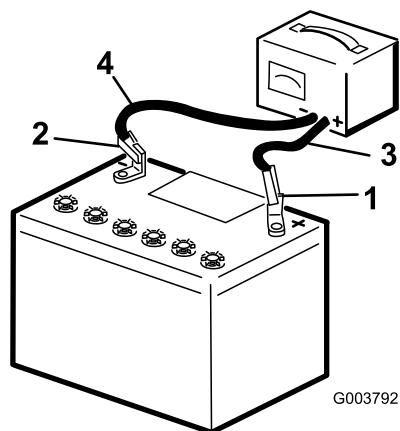

Figura 60
- Conecte o cabo positivo do carregador ao terminal positivo da bateria (Figura 60).
- Conecte o cabo negativo do carregador ao terminal negativo da bateria (Figura 60).
- Quando a bateria estiver totalmente carregada, desligue o carregador da rede elétrica e desconecte os cabos do carregador dos terminais da bateria (Figura 60).